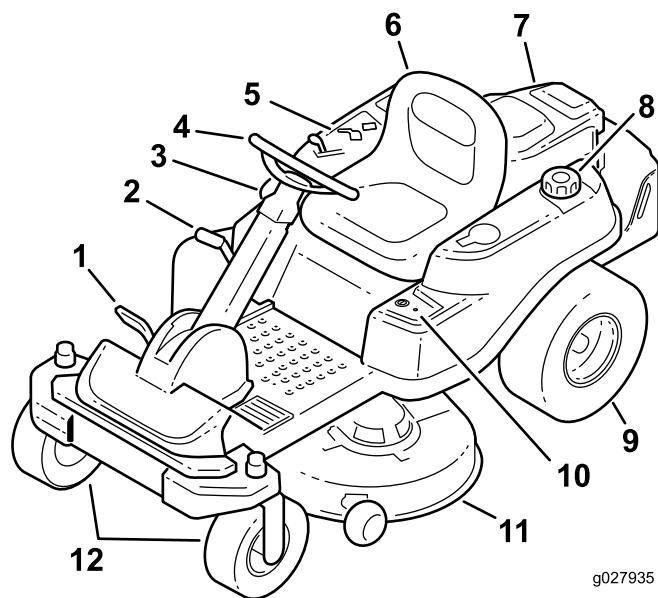
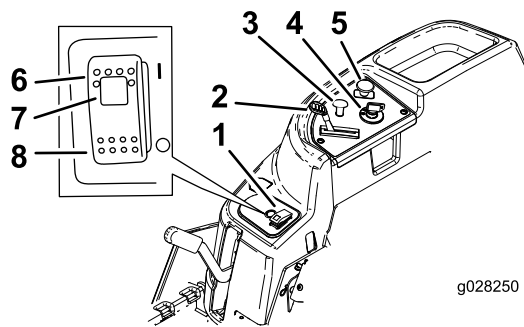

Figura 5
Figura 6
Antes de poner en marcha el motor y trabajar con la máquina, familiarícese con todos los controles en Figura 5 y Figura 6.
Utilice el estérter para poner en marcha un motor frío. Tire del mando del estérter hacia arriba para activarlo. Presione el pomo del estérter hacia abajo para desactivarlo (Figura 6).
El acelerador controla la velocidad del motor y tiene un ajuste variable continuo de LENTO a RÁPIDO (Figura 6).
El mando de control de las cuchillas (TDF) engrana y desengrana la transmisión de potencia a las cuchillas del cortacésped (Figura 6).
La palanca de altura de corte se utiliza para bajar y elevar la carcasa desde su asiento. Cuando levanta la palanca (hacia usted), la carcasa se eleva del suelo, y cuando la baja (alejándola), la carcasa baja al suelo. Ajuste la altura de corte solamente cuando la máquina esté detenida (Figura 5).
- Al mover el interruptor Smart Park™ a la posición de CONECTADO (Figura 6).